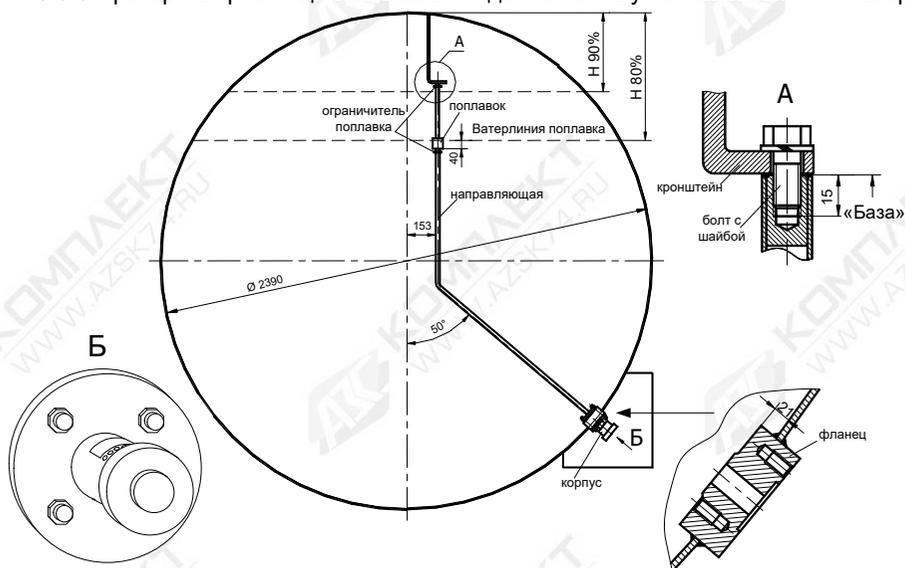

Рисунок 5 – Установка в цистерне
3.5.4 Направляющую внутри контейнера-цистерны прикрепить к фланцу (рисунок В.1) через прокладку (рисунок Б.1), к кронштейну (рисунок 5) болтами с шайбами. Направляющую допускается подгибать по месту, не допуская механических напряжений в местах сварки.
Примечание – Размеры контрольных уровней, соответствующие степени наполнения в процентах от полной вместимости даны от «Базы» (рисунок 5).